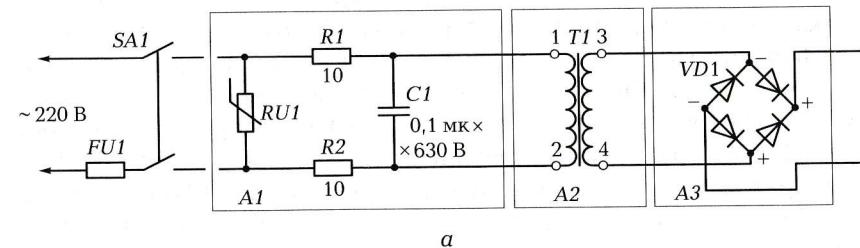

Рис. 3.7. Схема трансформаторного источника питания (а) и условное
Более мощный источник питания показан на рис. 3.7. Он выполнен по трансформаторной схеме. Трансформатор T1 выполняет роль понижающего трансформатора. Стабилизацию напряжения после диодного моста обеспечивает интегральный стабилизатор ST на базе микросхемы типа 7805.
- набор радиоэлементов к схеме (см. рис. 3.7);